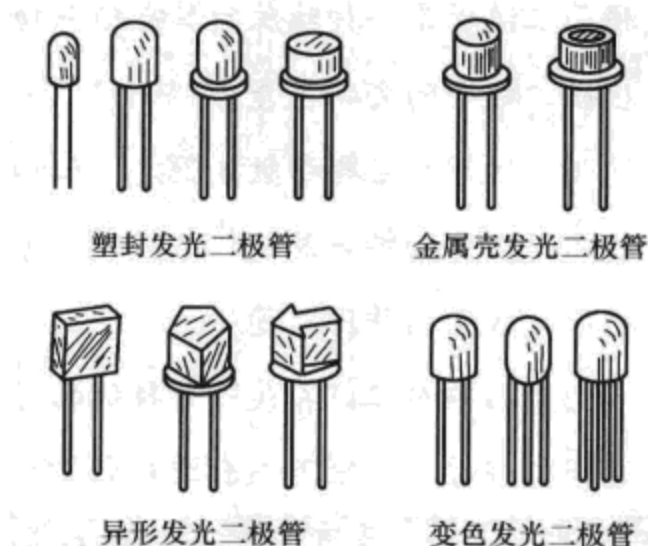

图 3-39
(1) 按发光光谱可分为可见光发光二极管和红外光发光二极管两类，其中可见光发光二极管包括红、绿、黄、橙、蓝等颜色。按发光效果可分为固定颜色发光二极管和变色发光二极管两类，其中变色发光二极管包括双色和三色等。
(2) 发光二极管的体积有大、中、小等多种规格。
(3) 发光二极管还可分为普通型和特殊型两类。特殊型包括组合发光二极管、带阻发光二极管（电压型发光二极管）、闪烁发光二极管等。图 3-39 所示为发光二极管外形。